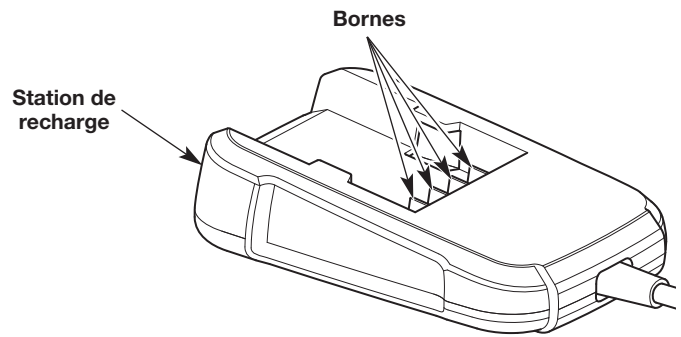

Fig. 12
- Gardez le chargeur de batterie sec, propre et exempt de débris. Ne laissez pas des corps étrangers dans la station de charge ou sur les bornes (Fig. 12). Avant chaque utilisation, inspectez le chargeur afin de décèler si des corps étrangers s'y trouvent.